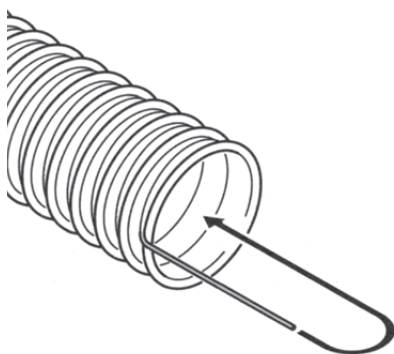

Fig. 110 Denudare il cavo di massa e piegarlo verso l'interno
- ▶ Denudare il cavo di massa per circa 5 cm su tutte le estremità del tubo flessibile e piegarlo verso l'interno nel tubo flessibile – Fig. 110.